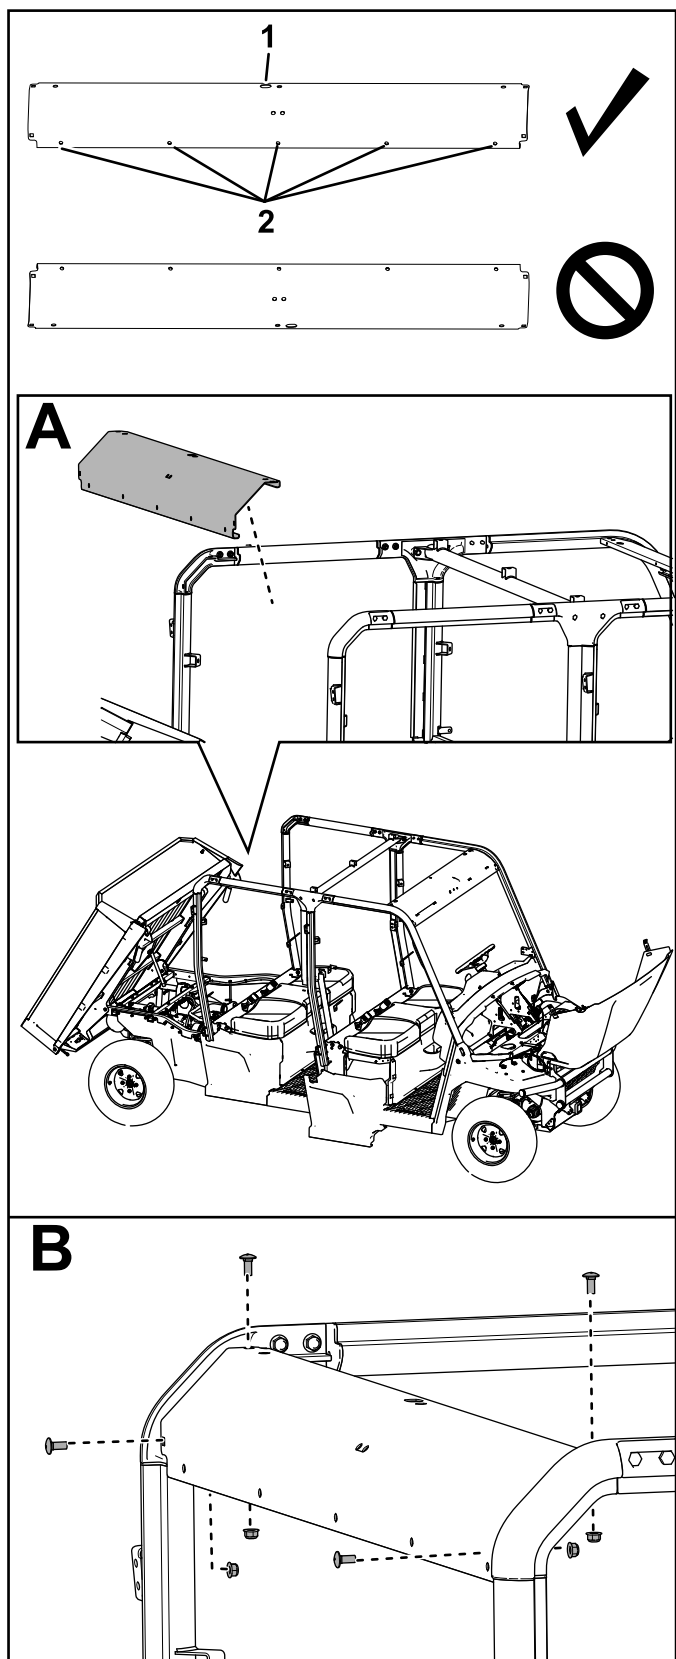

Bild 50
17. Befestigen Sie die hintere Querverbindung mit vier Schlossschrauben ($\frac{5}{16}$ " x $\frac{3}{4}$ ") und vier Sicherungsmuttern ($\frac{5}{16}$ ") an den hinteren Überrollbügel, wie in **Bild 50** dargestellt.
Achten Sie darauf, dass Sie die Querverbindung wie in **Bild 50** dargestellt positionieren.